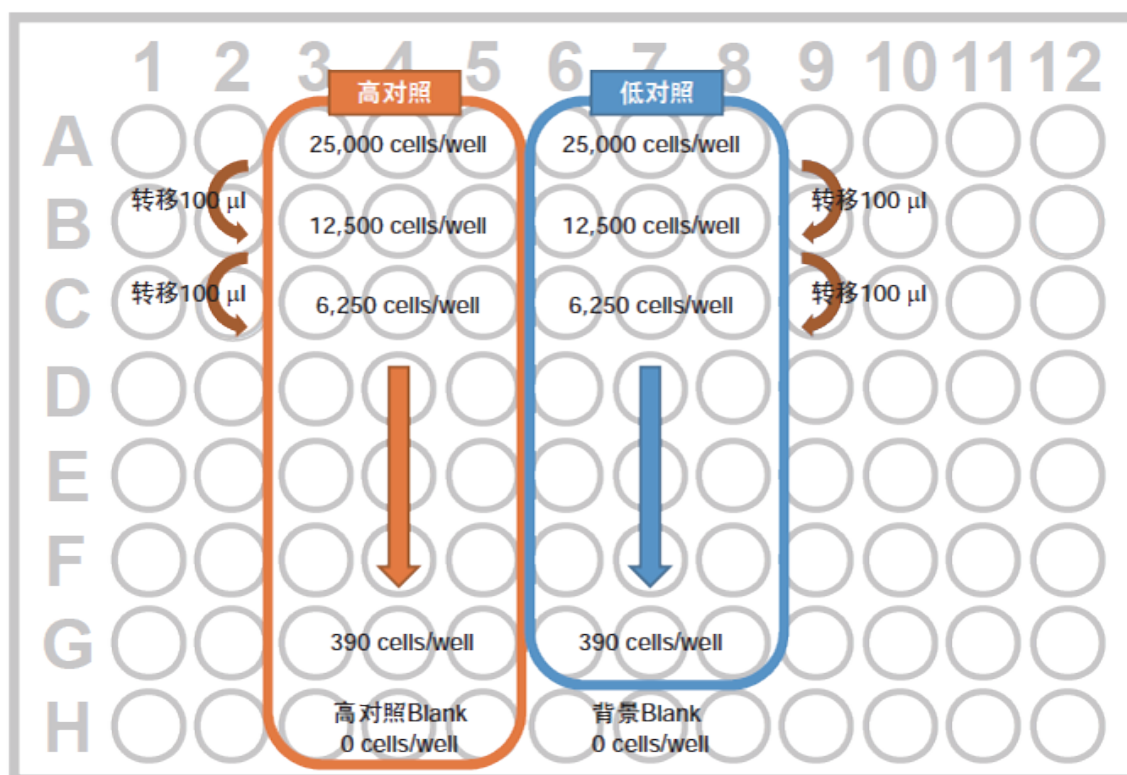

图1: 预实验96孔板细胞梯度配制例
3) 如图1所示, 向96孔板中A行 (高对照和低对照各3个孔) 加入100 μ L细胞悬液后, 用多通道移液器按1/2比例用培养基稀释成一个系列细胞梯度。